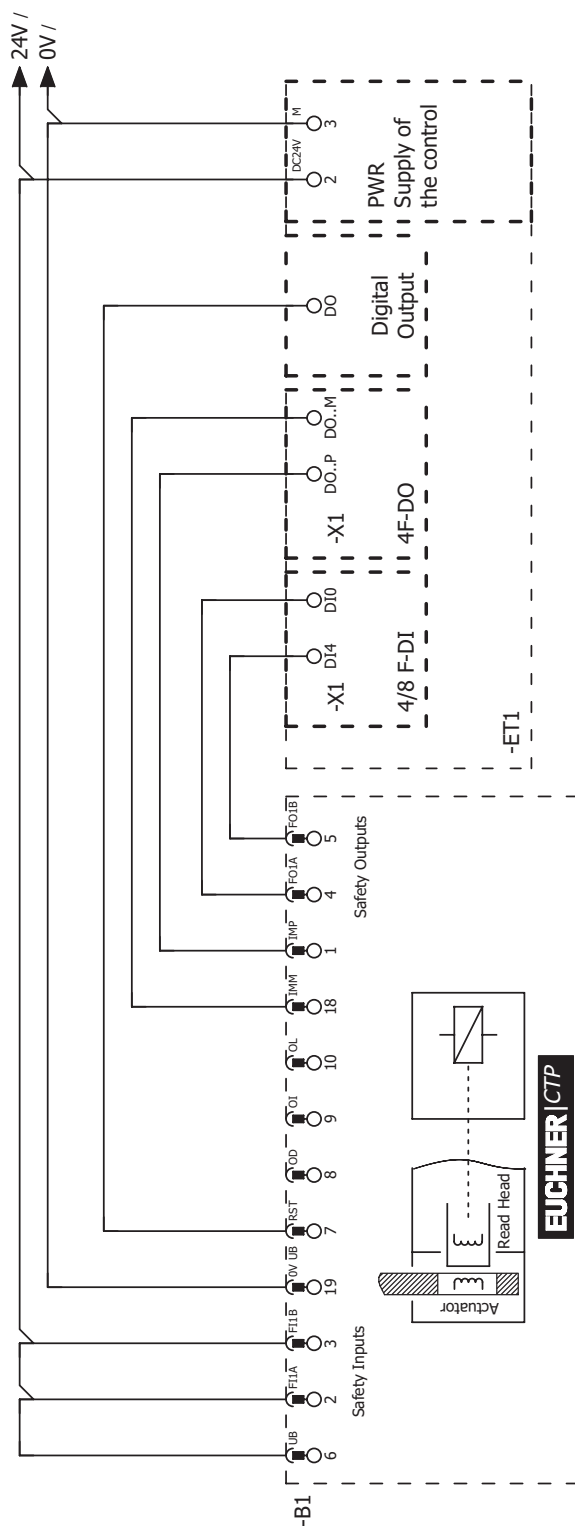

Bild 6: Anschlussbeispiel für den Anschluss an ET200
- › Bei einer zweikanaligen Ansteuerung der Magnetspannung durch sichere Ausgänge einer Steuerung sind folgende Punkte zu beachten (siehe auch *Bild 6 auf Seite 27*):